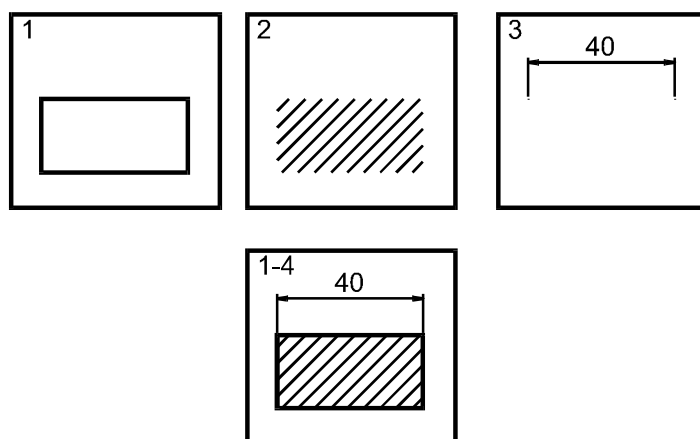

Рис. 18. Слои AutoCAD
Все построения в AutoCAD выполняются на определенном слое. Слоев может быть любое количество. Они входят в информационную базу чертежа. *Слои можно рассматривать как прозрачные пленки с выполненными на них построениями.* Пленки лежат друг на друге, поэтому создается впечатление целостной картины (рис. 18).
На рис. 18 показано, что рисунок состоит из прямоугольника, штриховки и размерного блока. Каждый элемент расположен на отдельном слое, но когда слои совмещены, создается впечатление, что чертеж выполнен на одном слое.
рать ненужные в данный момент объекты с экрана и тем самым увеличить скорость работы программы, потому что ей не придется пересчитывать заблокированные объекты. Например, на рис. 18 можно убирать размерный блок и штриховку. Кроме этого чертеж без «лишних» элементов легче читается.
Для того чтобы создать новый слой, необходимо щелкнуть по кнопке *Диспетчер свойств слоев* (1) в панели *Слой* (рис. 18). Кроме этого можно из выпадающего меню *Формат* запустить команду *Слой*.